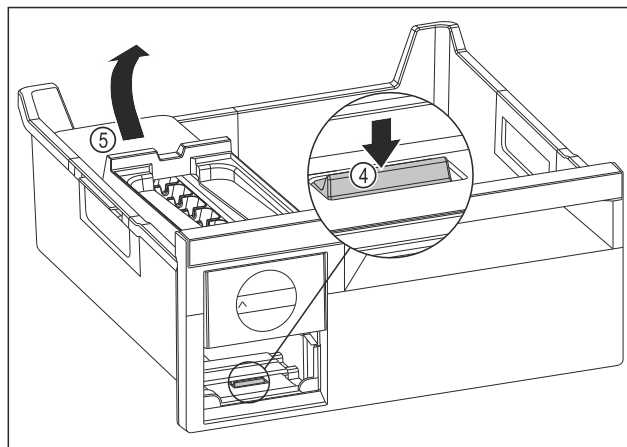

Fig. 74
- ▶ Wymywanie korpusu EasyTwist-Ice: Nacisnąć nakładkę Fig. 74 (4) palcem w dół i jednocześnie podnieść korpus EasyTwist-Ice Fig. 74 (5) od tyłu drugą ręką.